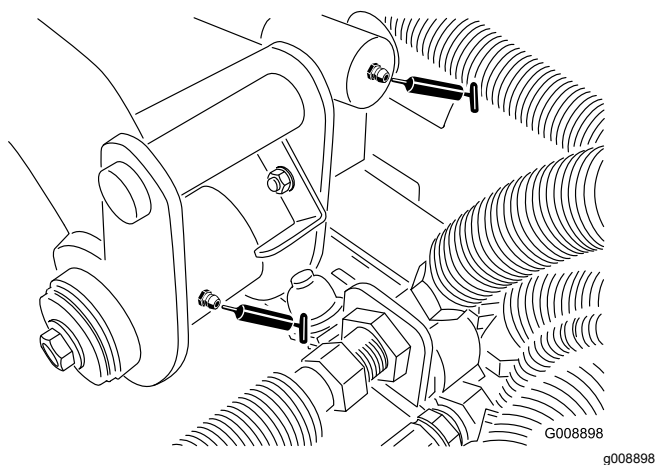

Figure 41
- Pivot de bras de levage arrière et vérin de levage (2) (Figure 41)